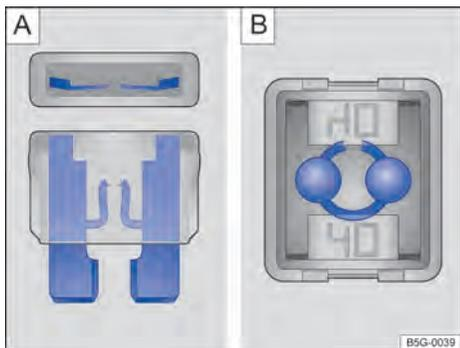

Fig. 222 Fusível queimado: **A**) fusível plano, **B**) fusível de bloqueio.
- Um *fusível plano* (ATO®, MINI®) queimado é reconhecido de cima ou de lado pela carcaça transparente nas faixas metálicas derretidas ⇒ Fig. 222 **A**.
- Um *fusível de bloqueio* (JCASE®) queimado é reconhecido pelas faixas metálicas derretidas por cima da carcaça transparente ⇒ Fig. 222 **B**.